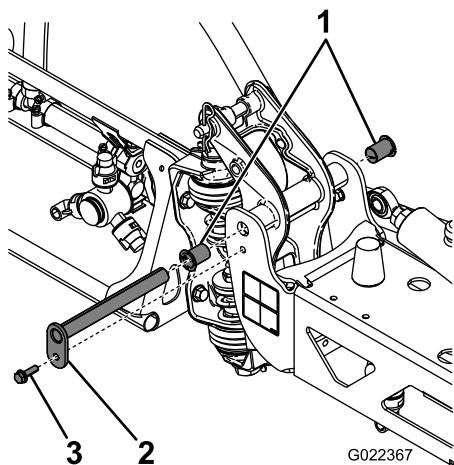

図 95
3. ブームを支えておきながら、ピボットピンをブームアセンブリに固定しているボルトとナットを取り外す 図 95。
6. ナイロンブッシュを取り外し、ピボットブラケットの前面および後面側から見て点検する 図 95。
8. センターフレームにブーム&ピボットブラケットアセンブリを取り付け、開口部を整列させる 図 95。